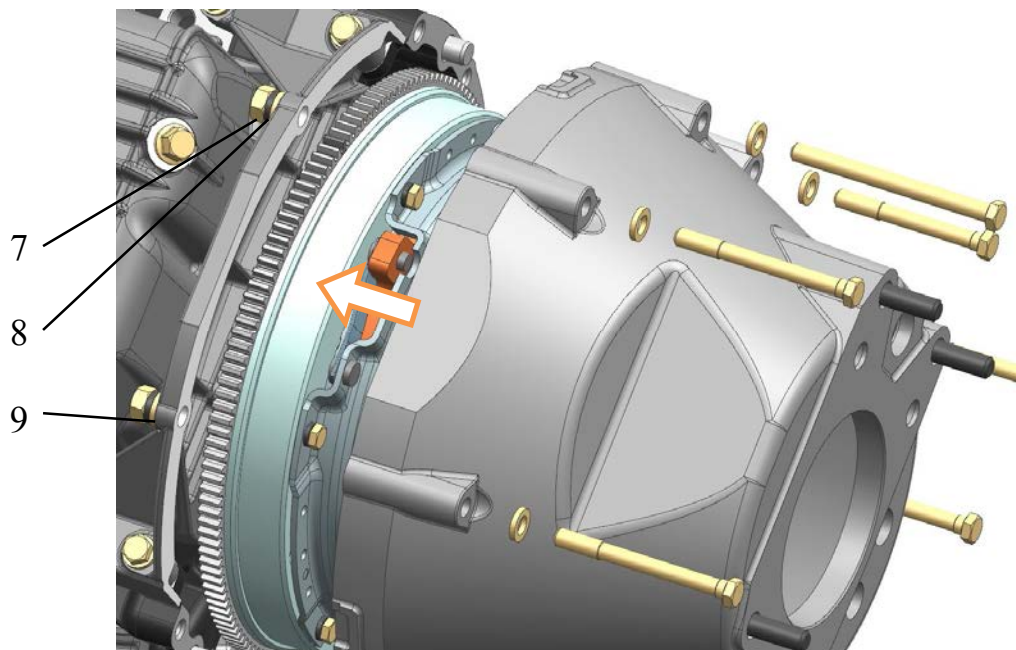

Рис.192. Установка картера сцепления:
**31.** Установить картер сцепления 6 (рис.192) и скобу подъёма двигателя 2, завернув болты крепления 1 с плоскими шайбами 3 и гайки крепления 4,7 с пружинными шайбами 5,8 и плоскими шайбами 9 моментом 41,2...50,0 Н·м (4,2...5,1 кгс·м).